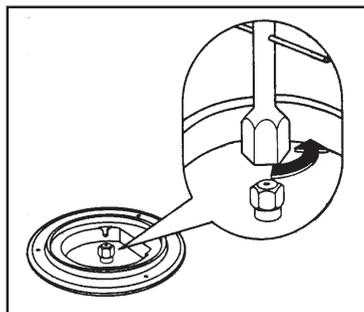

Рис. 9
3. При помощи торцевого ключа 7 размера отвинтите и снимите (Рис. 9) сопла, поменяйте их на сопла, подходящие для типа рабочего газа (см. таблицу “Характеристики горелок” на стр. 15).